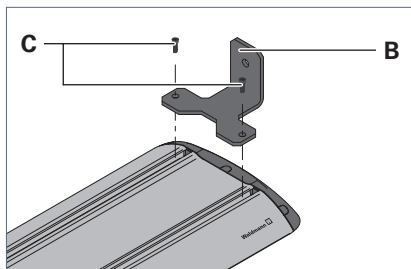

Fig. 12: Winkel für Montageart „Seitlich“ montieren.
- ▶ Montieren Sie den beigelegten Winkel **B** mit den beigelegten Schrauben **C** und den Gleitmuttern an die Leuchte und ziehen Sie die Schrauben fest, siehe Fig. 12.